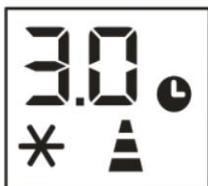

Fig 5
- Wenn das Gerät läuft, drücken Sie die -Taste. Auf dem Bildschirm werden Stunden angezeigt, und mehrere Symbole blinken gleichzeitig (Abb.5)